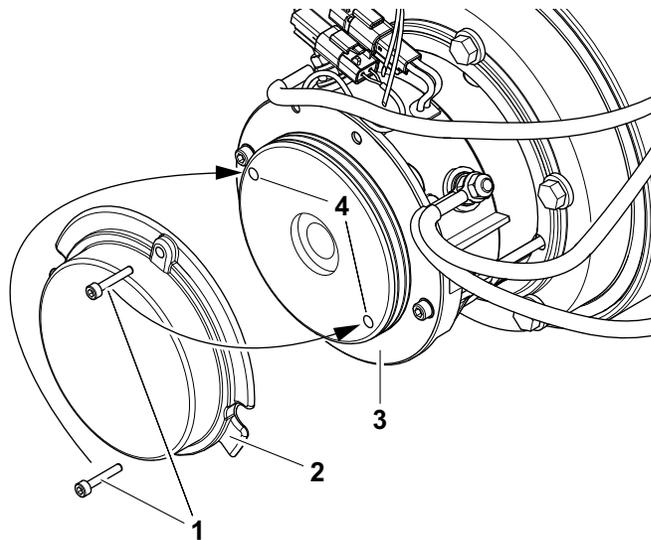

Figura 3-21. Desengrenagem manual dos travões.
(Ver Figura 3-21.)
2. Retirar os **dois parafusos da tampa (1)** e a **tampa (2)** da parte de trás da unidade do motor.
3. Introduzir os **parafusos da tampa (1)** nos **dois orifícios de desengrenagem no compartimento do travão (4)**, ver a Figura 3-21., Desengrenagem manual dos travões.
4. Apertar os **parafusos da tampa (3)** nos orifícios de desengrenagem e o travão nesse motor procederá à desengrenagem.
7. Instalar novamente a **tampa (2)** - antes da instalação, verificar a **junta da tampa (3)** relativamente a danos e substituir se necessário.